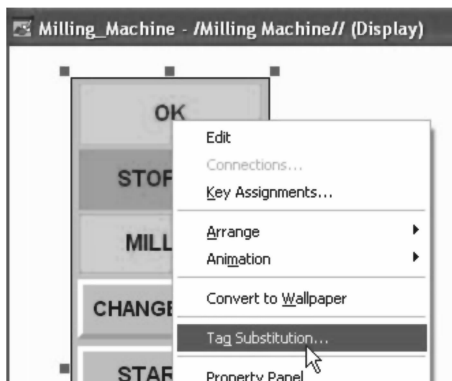

图 20-41 标签替换命令
7. 关闭“全局对象”（Global Object）窗口。右键单击位于新显示界面中的对象并选择“标签替换”（Tag Substitution），如图 20-41 所示。